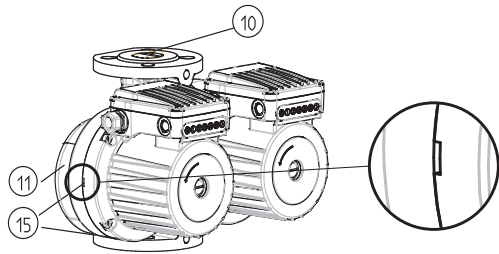

Fig.3
- Pompele GHND (basic, auto), GHNMD (basic, auto) au carcasă hidraulică dublă (Fig.3 – POS.11), aici este înglobată o clapă oscilantă (Fig.3 – POS.10), care basculează automat, depinzând de direcția debitului uneia sau celeilalte pompe.